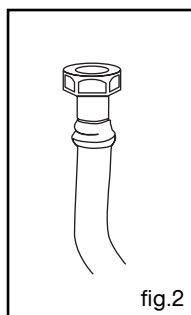

fig.2
- soit par un raccord rigide (tuyauterie en cuivre) (fig. 2).